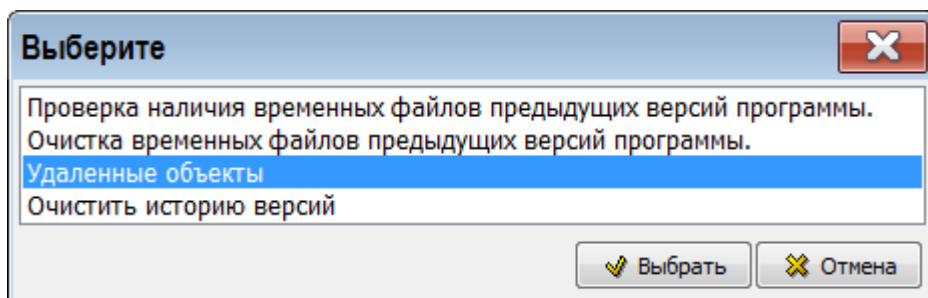

Рисунок 94
- 3) В окне **Выберите** выделите пункт «Удаленные объекты» (рисунок 94).